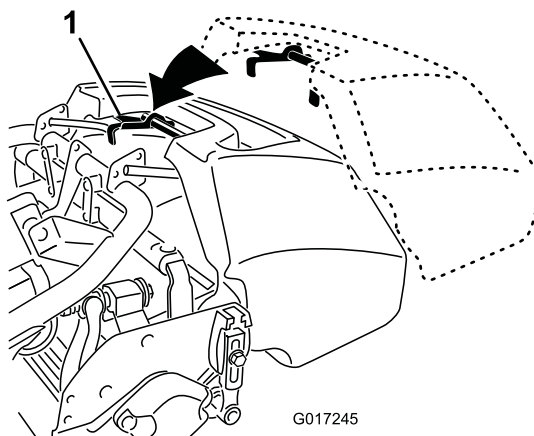

Figura 21
2. Guie o rebordo do cesto entre as placas laterais da unidade de corte e sobre o rolo frontal (Figura 21).
3. Instale os ganchos do cesto sobre o aro da estrutura (Figura 21).